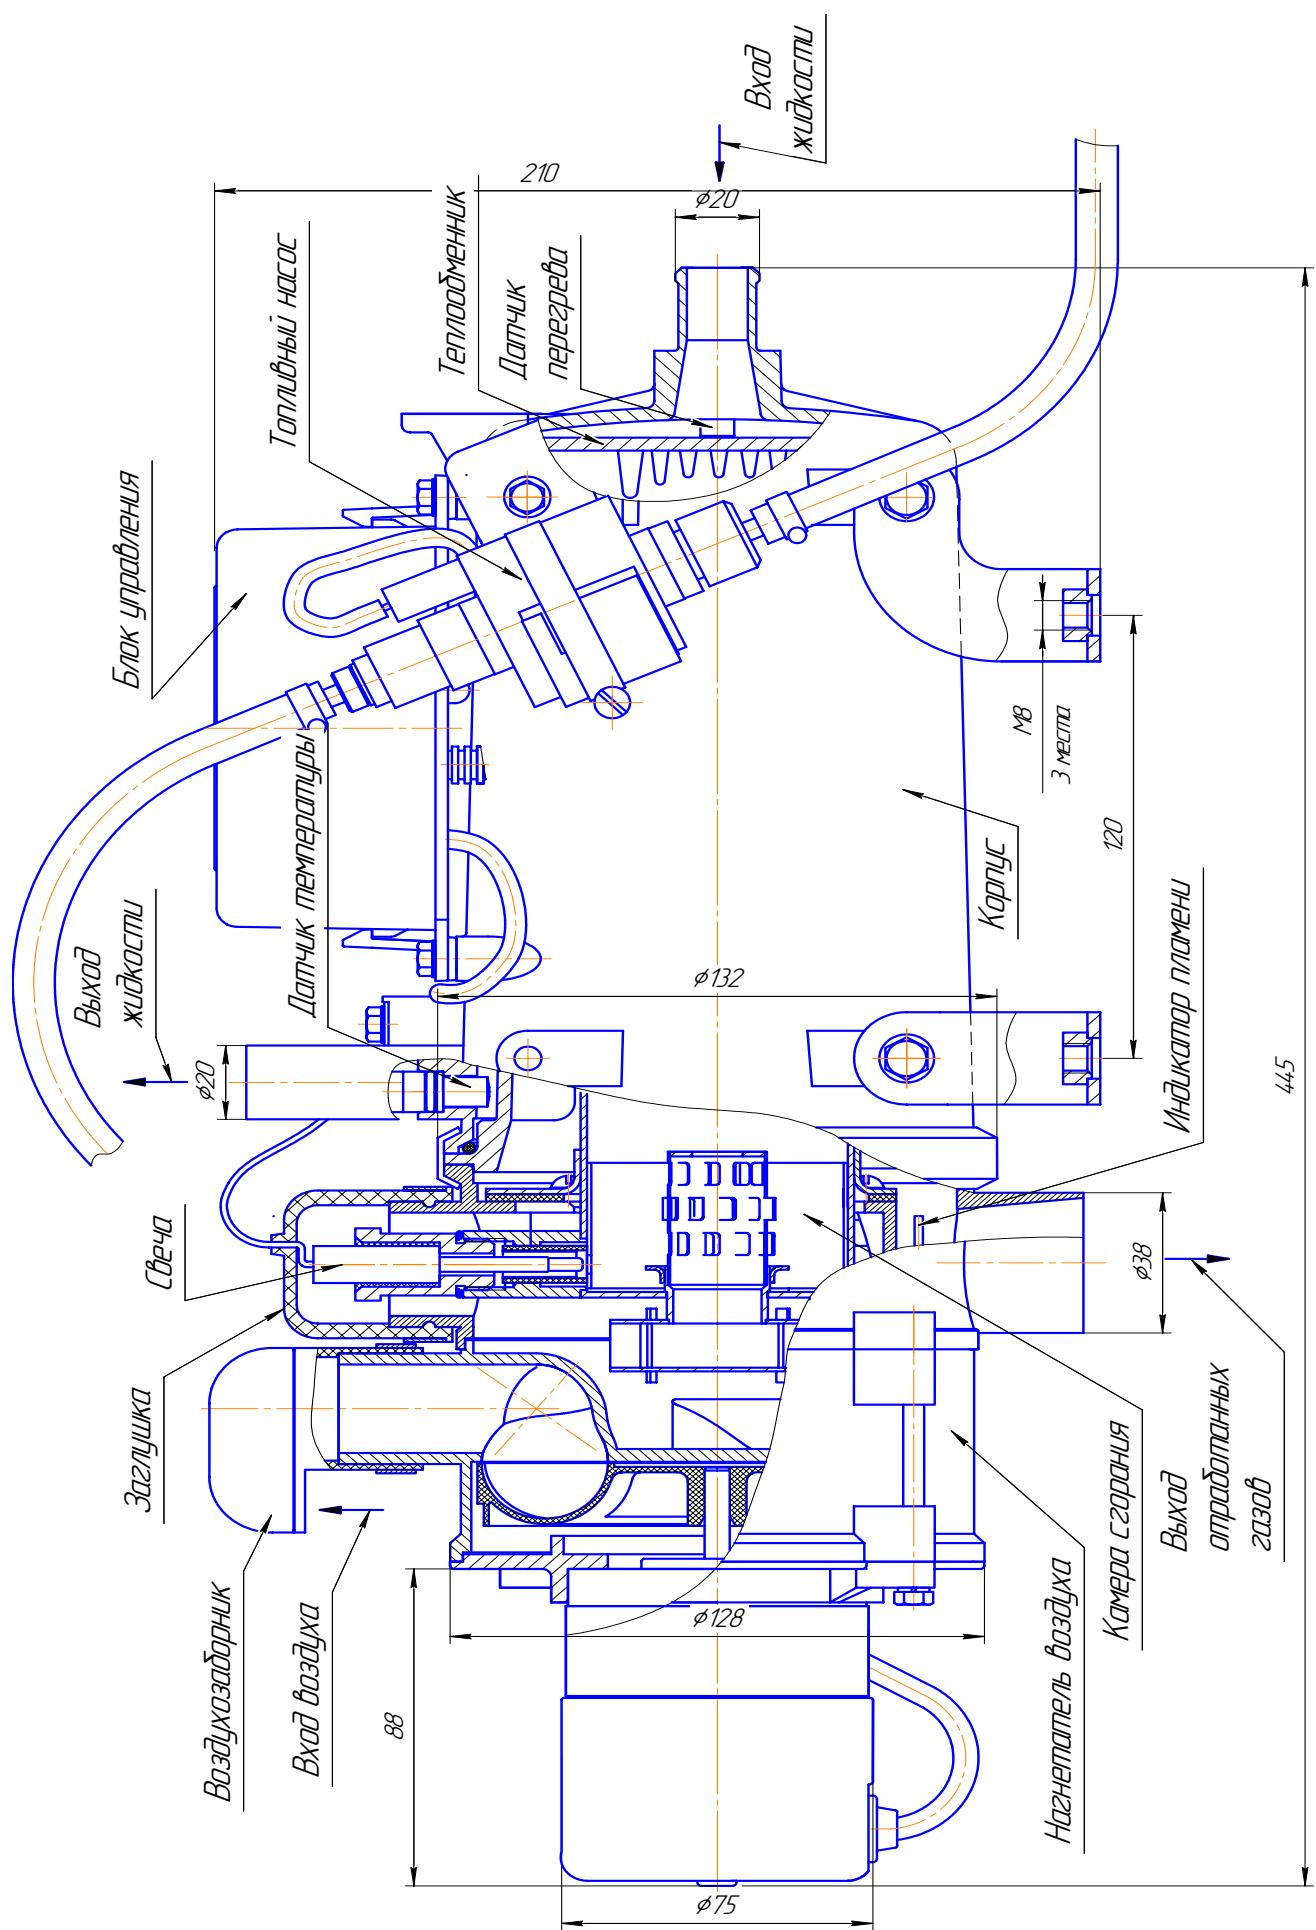

Рис. 3 –Основные узлы нагревателя
- нагреватель (основные узлы нагревателя показаны на рис. 3);